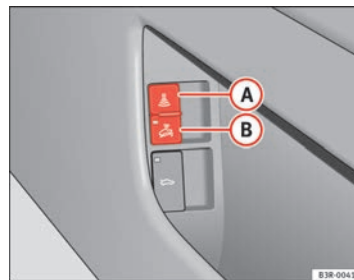

Fig. 79 Interruptor de la vigilancia del habitáculo
- Abra la puerta y tire del interruptor con el símbolo a un lado del compartimento portaobjetos de la puerta del conductor ⇒ fig. 79.
⇒ página 113, fig. 79.